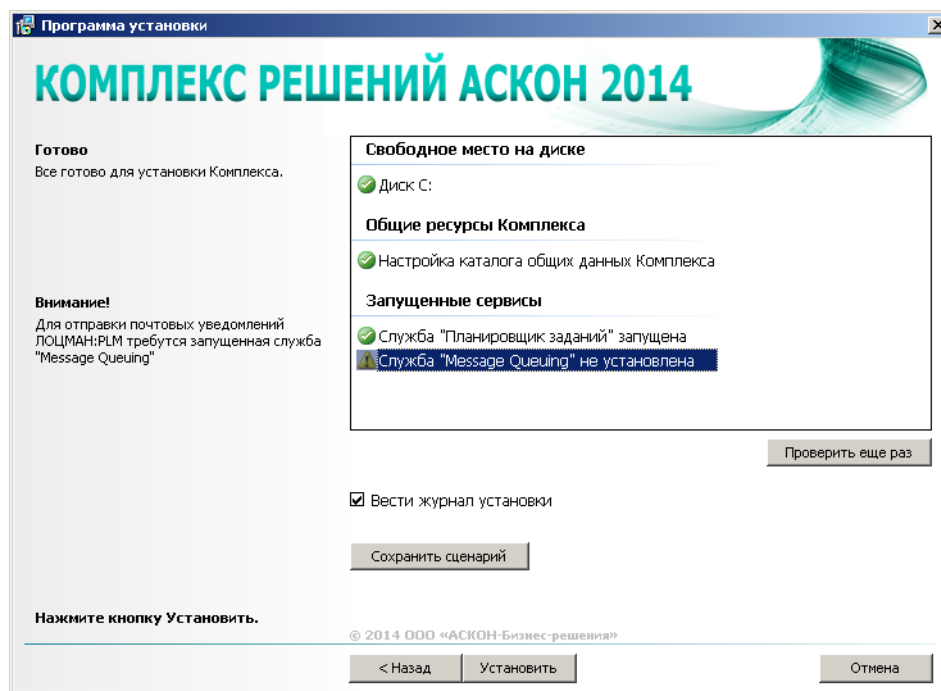

Рис. 3.12.
В окне (рис. 3.12) отображена информация:
3. Откроется окно контроля готовности к установке (см. рис. 3.12 на с. 28).
Если в списке вариантов обслуживания *Комплекса* вы укажете строку **Исправить**, откроется окно контроля готовности к установке (см. рис. 3.12 на с. 28).